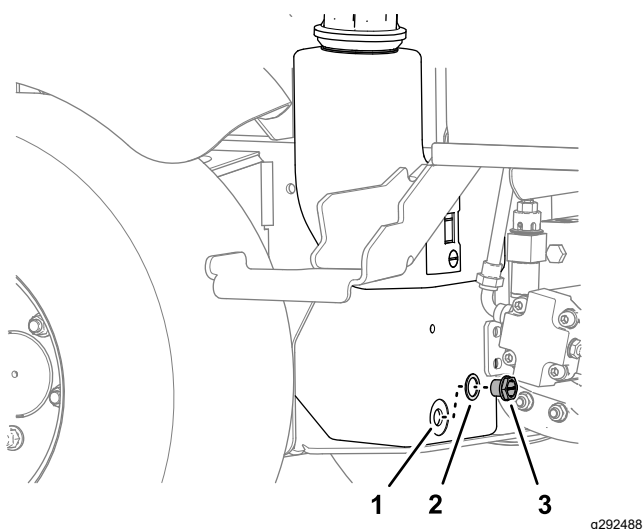

Figura 88
3. Coloque un recipiente debajo del depósito hidráulico, retire el tapón de vaciado del depósito y drene por completo el fluido hidráulico (**Figura 88**).